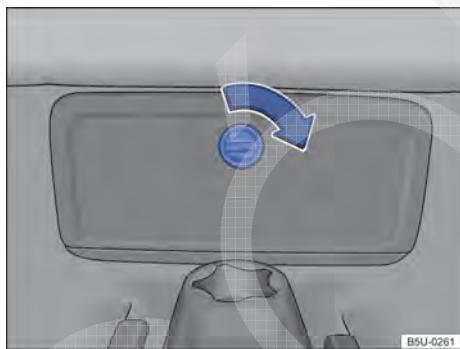

Fig. 190 No assoalho do banco traseiro: acesso à caixa de fixação das ferramentas de bordo.
- Girar o botão no sentido da seta → Fig. 190 e retirar o revestimento por completo para acessar a caixa das ferramentas de bordo.